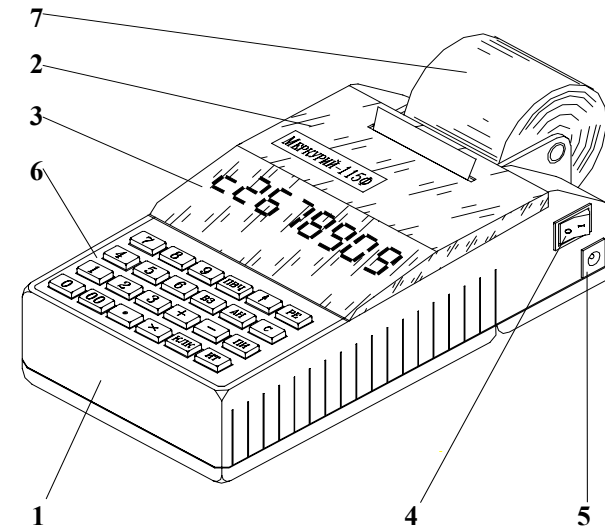

Рис. 1
3.1. Общий вид машины приведен на рис.1
3.2. Машина включается выключателем 4 (рис. 1), расположенным справа на боковой поверхности корпуса ККМ.
3.3. Подключение к сетевому адаптеру — зарядному устройству производится с помощью гнезда 5 (рис. 1). Центральный контакт гнезда подключается к клемме “плюс”.
- 2) включить машину выключателем 4 (рис.1) “ВКЛ”. На дисплей выводится сообщение “0П-----”,
10.2. При возникновении неисправности в машине прекратите работу, выключите машину выключателем 4 (рис. 1) “ВКЛ” и вызовите электромеханика.